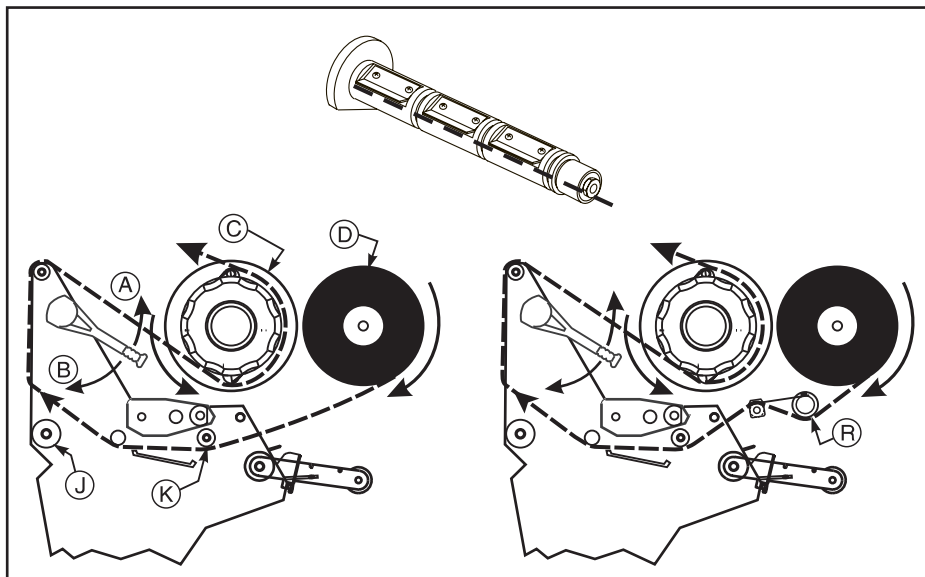

Figure 8
1. Alignez les segments de l'axe du rouleau de ruban (Figure 8).
2. Placez le rouleau de ruban sur l'axe prévu à cet effet (Figure 8-D).
4. Ouvrez (A) la tête d'impression et enfiler l'amorce et le ruban qui la suit dans le mécanisme d'impression, sous le rouleau supérieur (Figure 8-K) et au-delà du rouleau d'impression (Figure 8-J). **Remarque :** Sur les 170XIII et 220XIII, enfiler l'amorce d'abord par le rouleau libre (Figure 8-R).
6. Enroulez le ruban (avec amorce, le cas échéant) de plusieurs tours dans le sens antihoraire sur son mandrin récupérateur (Figure 8-C).
7. Refermez (Figure 8-B) la tête d'impression.